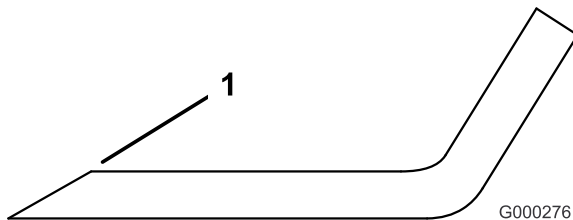

Figure 61
- Au moyen d'une lime, aiguisiez les tranchants aux deux extrémités de la lame (Figure 61) en veillant à conserver l'angle de coupe d'origine. Limez la même quantité de métal sur chacun des deux tranchants pour ne pas déséquilibrer la lame.